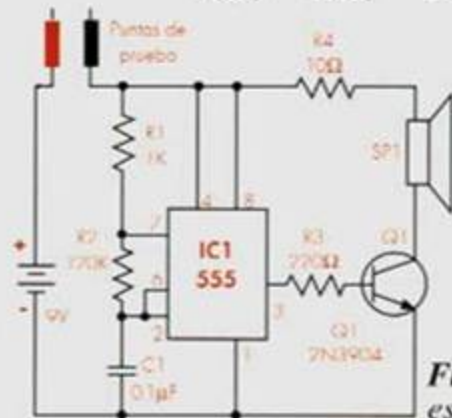

Figura 1. Diagrama esquemático
- Arme en el protoboard el circuito que aparece en el diagrama esquemático de la figura 1. Puede utilizar el diagrama pictórico como guía de montaje. Los componentes se pueden montar en cualquier orden a excepción de la batería, la cual deberá quedar de última. Revise la orientación del circuito integrado, de tal modo que sus pines no queden invertidos.